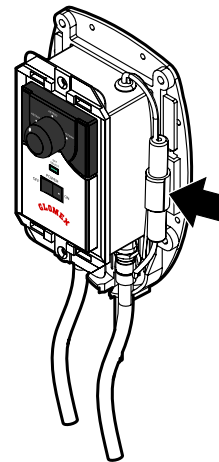

Fig. 33
- Enlever le fusible sauté de son siège indiqué dans la **Fig. 33** et le remplacer avec un fusible nouveau (**type T 3A15 5x20**, c'est-à-dire fusible lent, avec un diamètre de 5 mm et une longueur de 20 mm, courant nominal de 3 A et tension nominal de 15 V).